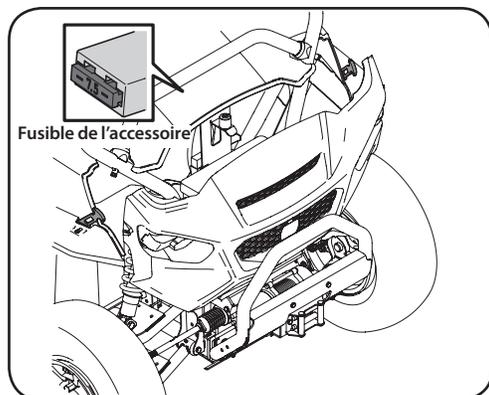

Figure 6-10
2. Enlevez le fusible de l'accessoire défectueux et remplacez-le au besoin par un fusible d'intensité appropriée. Voir Figure 6-10.